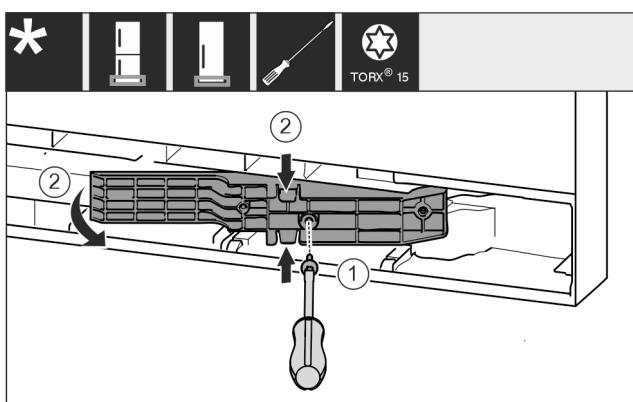

Fig. 18 *
- Λύστε τις βίδες με κατσαβίδι T15. Fig. 18 (1)*
- Τραβήξτε έξω τον αντάπτορα. Fig. 18 (2)*